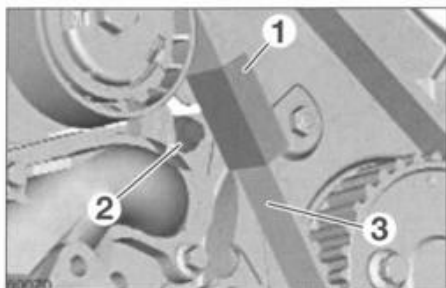

FIG. 24
- Poner plantilla laminada (1) entre la correa de distribución (3) y el tornillo de fijación superior de la bomba de agua (2) (fig. 24)